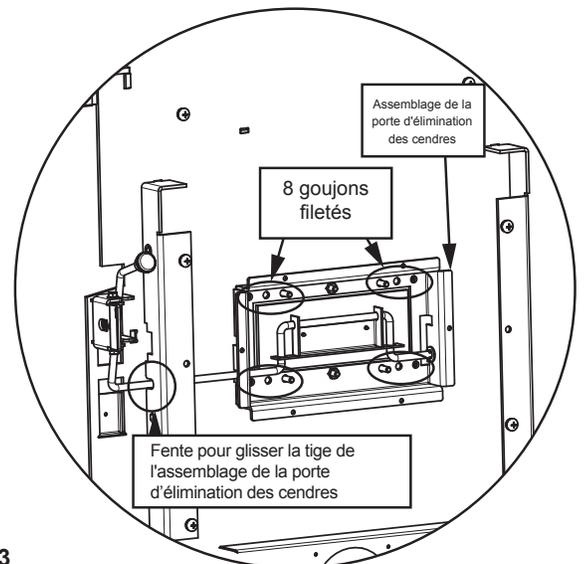

Figure 17.3
- Installez la porte à cendres en glissant de biais la tige dans la fente sur le côté gauche (**Figure 17.3**).
- Glissez la porte à cendres sur les 8 vis sortant du fond de l'appareil. Fixez les écrous et les rondelles en utilisant une clé à douille 7/16 (**Figure 17.3**).
- Installez la porte à cendres en glissant de biais la tige dans la fente sur le côté gauche (**Figure 17.3 à la page 17**).
- Glissez la porte à cendres sur les 8 vis sortant du fond de l'appareil. Fixez les écrous et les rondelles en utilisant une clé à douille 7/16 (**Figure 17.3 à la page 17**).